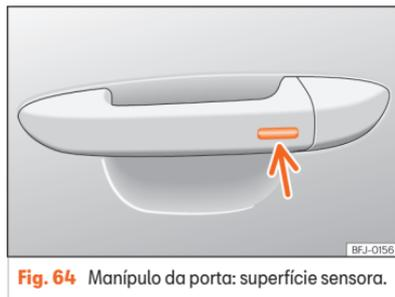

Fig. 64 Manipulo da porta: superfície sensora.
- **OU:** através do sistema Keyless Access (apenas fecho): Mantenha um dedo durante alguns segundos sobre a superfície sensora de bloqueio » » **Fig. 64** [seta] do manípulo da porta para fechar as janelas e o teto. Se deixar de tocar na superfície sensora, a função de fecho é interrompida.
Mantenha um dedo durante alguns segundos sobre a superfície sensora de bloqueio >>> Fig. 64 (seta) do manípulo da porta para fechar o teto. Se deixar de tocar na superfície sensora, a função de fecho é interrompida.